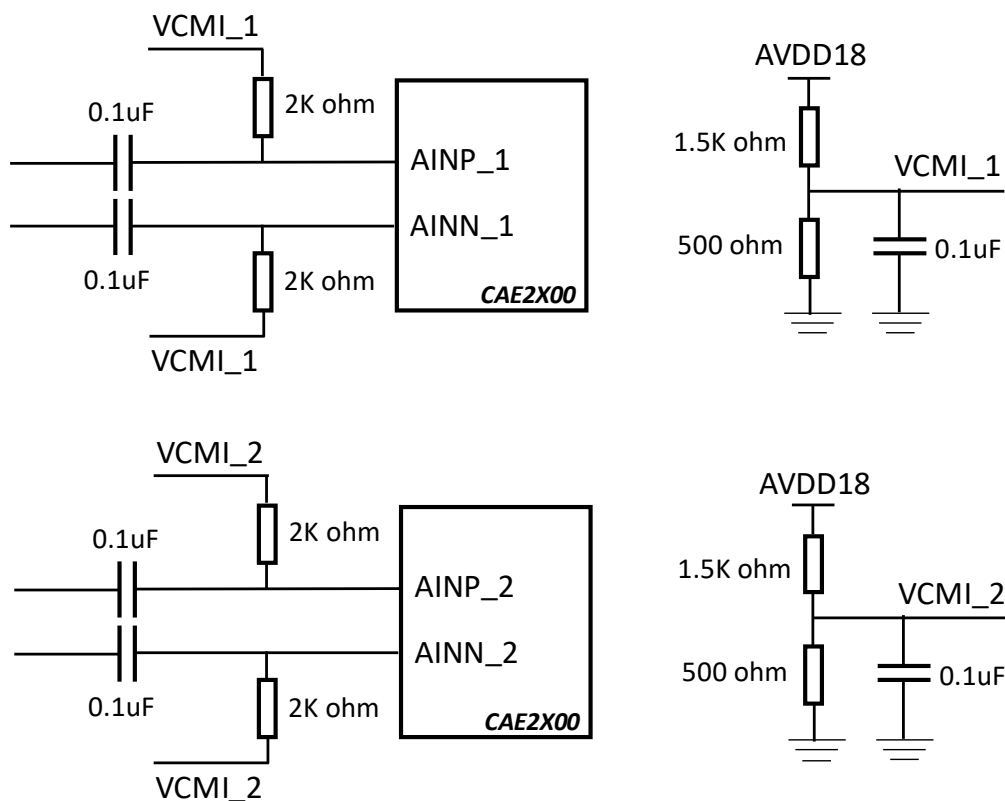

图 8-2. 模拟信号输入管脚交流 (AC) 耦合连接示意图
如图 8-2 所示, 当交流 (AC) 耦合连接时, 模拟信号输入管脚需外部提供 0.45V 差分输入共模电压 (VCM1)。该 VCM1 电压可以通过外部电阻分压产生, 并通过 2K 欧电阻连接至模拟信号输入管脚。